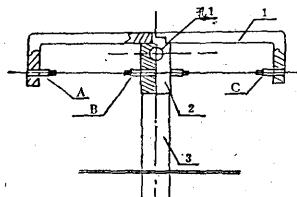
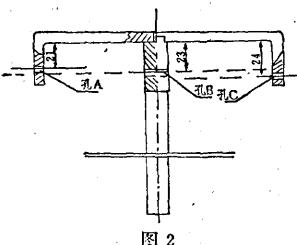
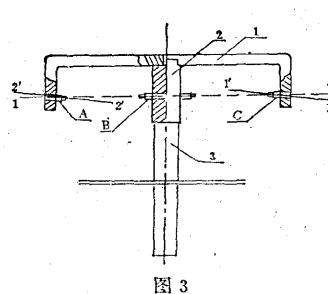
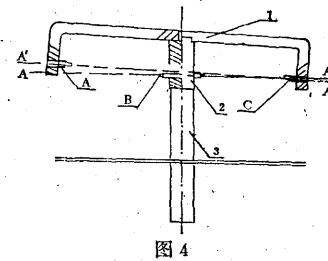

图1
图2
图3
图4
生产双压板测风器应着重注意对压板主架组（见图1）这一关键部件的技术要求：①悬挂压板的轴杆组（A、B、C）应在同一轴线上，并与支承柱（2）、主架套管（3）的轴线成直角。②压板轴杆组（A、B、C）的轴线应与压板水平轴架（1）平行。仪器装配好以后，应成水平状态。如果在生产中对压板轴杆（A、B、C）三个孔的轴线位置钻得高低不一（如图2）或上下左右歪斜（如图3）或水平轴架（1）与主架套管（3）不相互垂直（如图4），都会使所测记录产生大小不等的误差。
其次，支承柱（2）上装风向标横杆孔（见图1中的孔1）应很精确。当风向标的横杆装上以后，应与